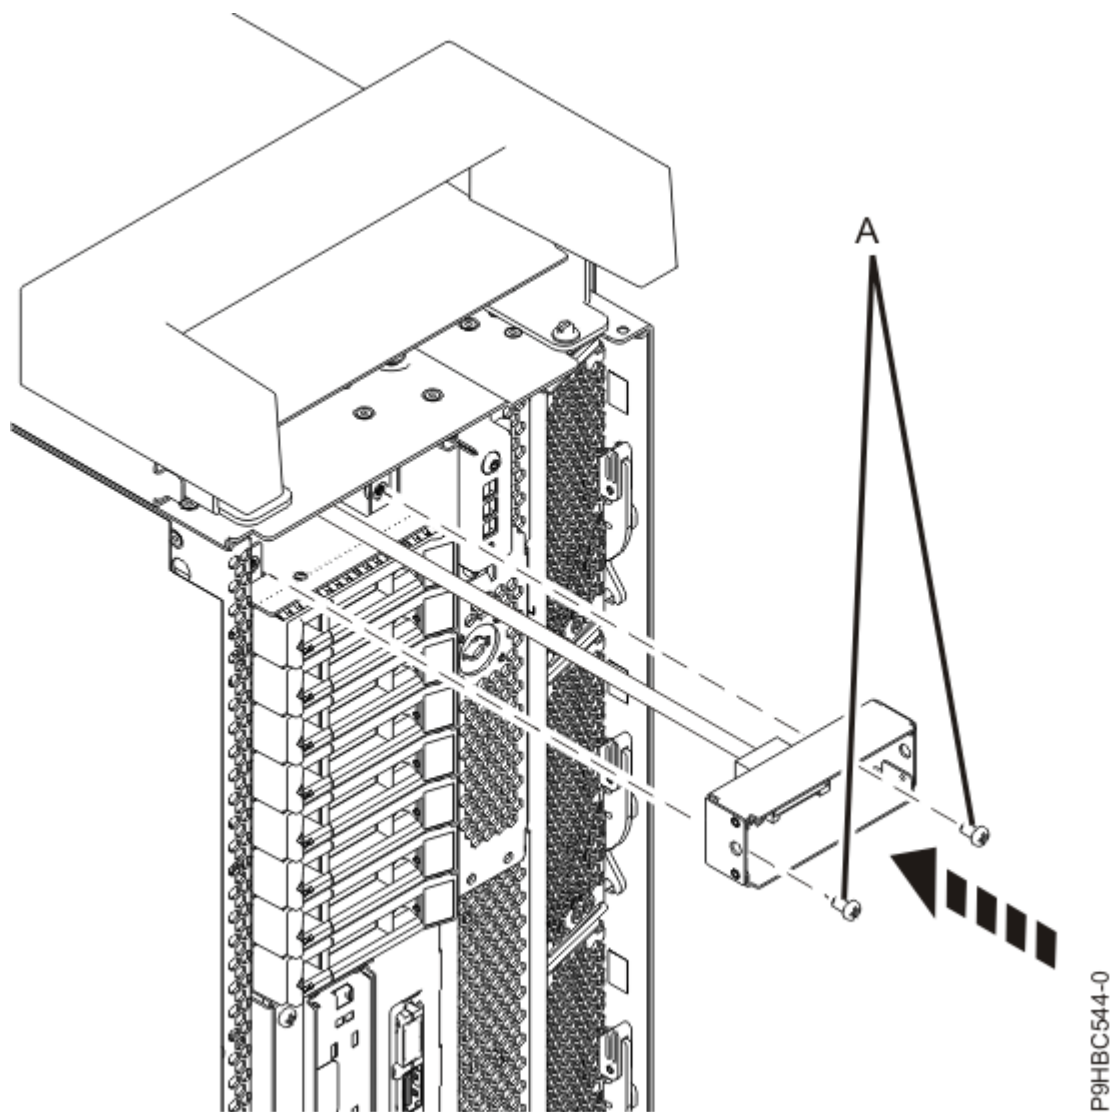
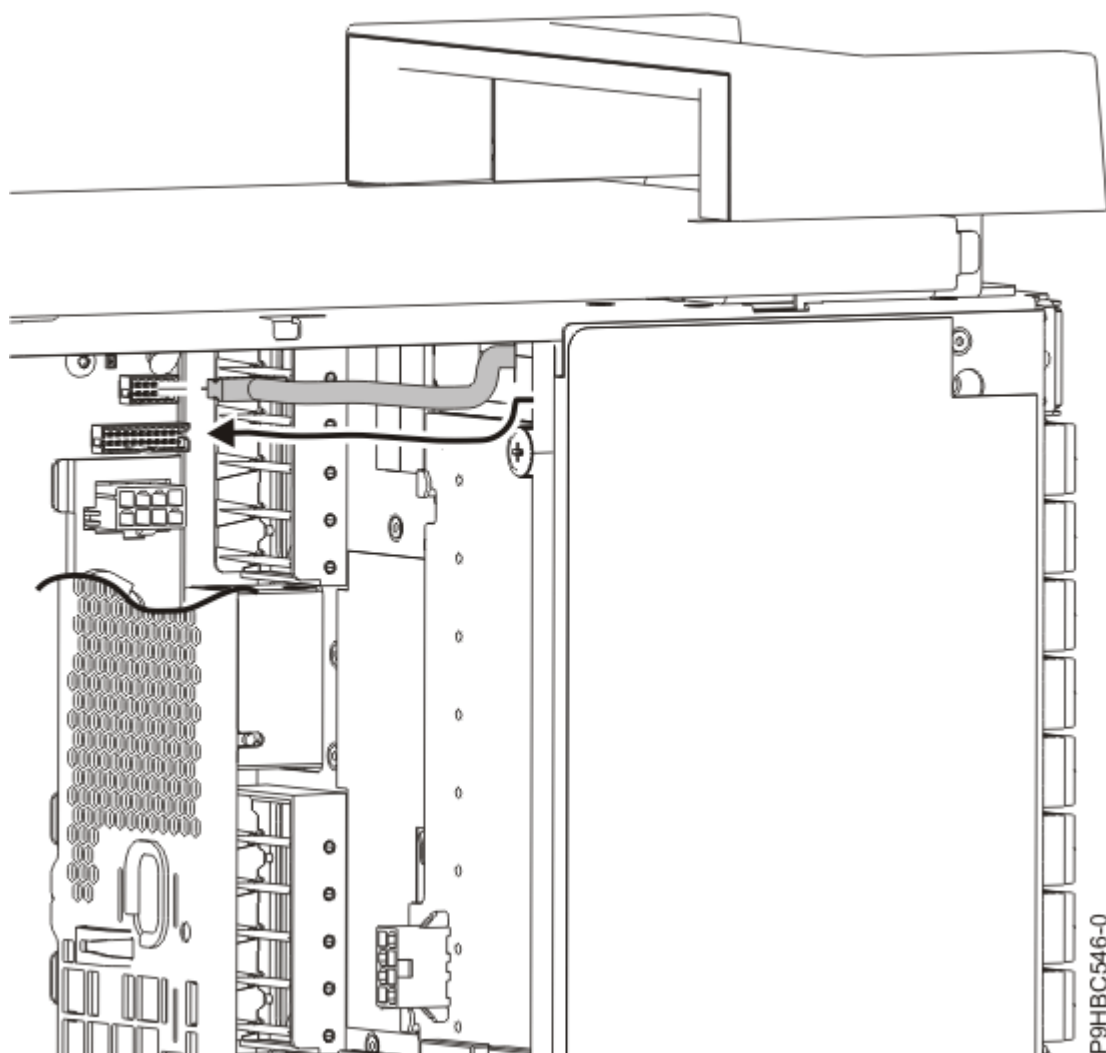

Figure 122. Insertion du câble d'écran du panneau de commande pour un système autonome
Figure 123. Passage des câbles d'écran du panneau de commande pour un système autonome
4. Pour le système autonome, insérez le câble d'écran du panneau de commande dans le système, comme illustré à la Figure 122, à la page 129 et la Figure 123, à la page 130.
Fixez le boîtier de l'écran du panneau de commande au système à l'aide des deux vis **(A)**, comme illustré à la Figure 122, à la page 129.